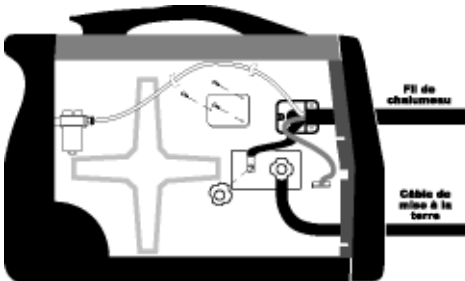

Figure 7. Branchements de chalumeau
9. Faites passer le tube de gaz dans l'œillet, collé au panneau de division de la soudeuse, et ramenez-le vers le raccord rapide du coupleur, à l'arrière de la soudeuse (voir la figure 7).